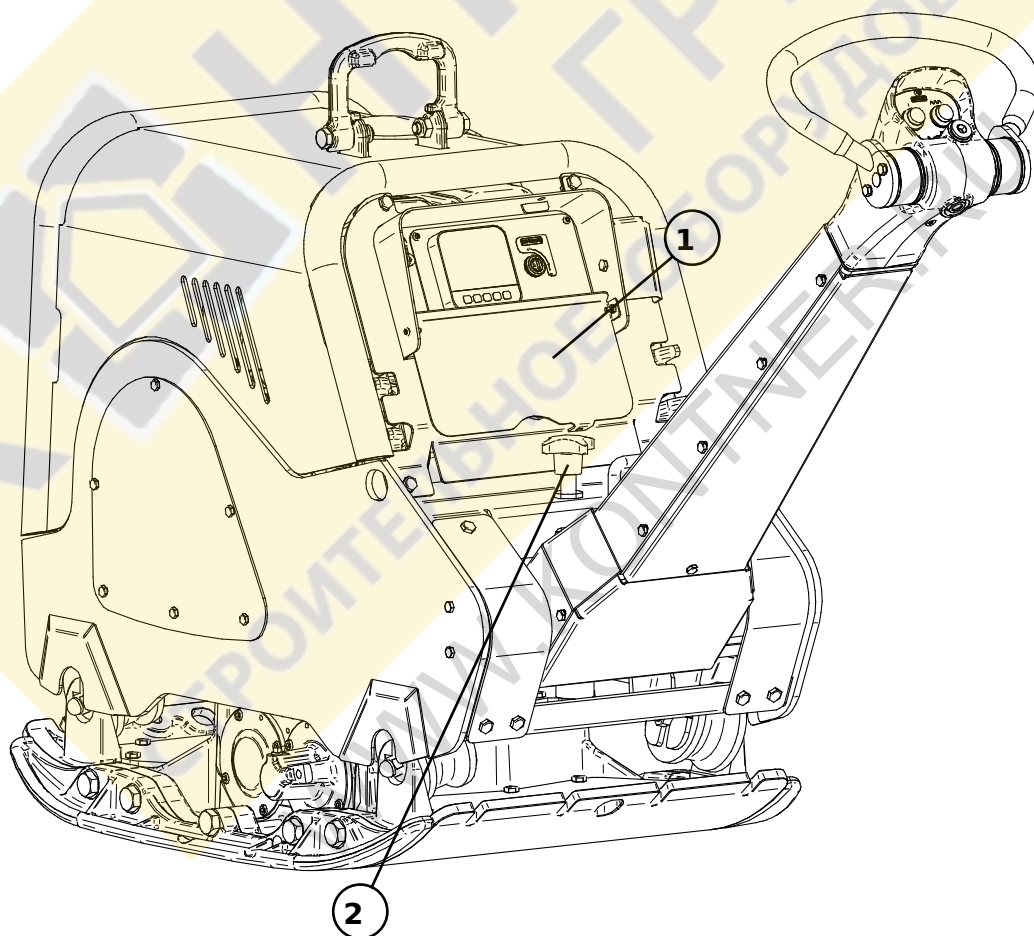

Рисунок 4
- Отрегулируйте желаемую рабочую высоту направляющей штанги винтом регулировки (положение 2, рисунок 4).
- Откройте крышку против вандализма (положение 1, рисунок 4).